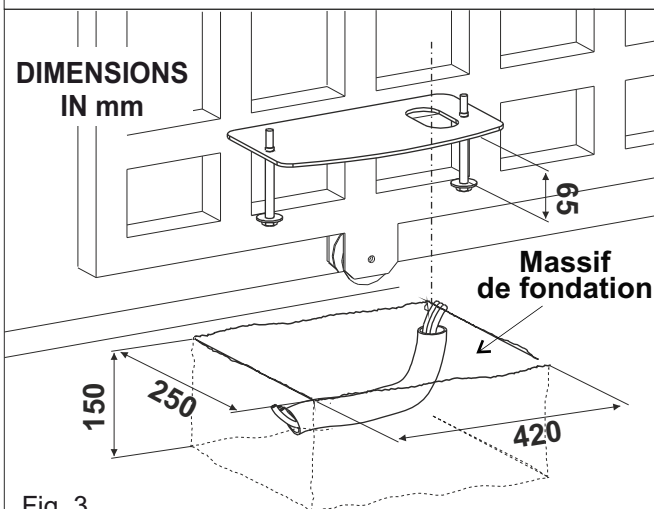

Fig. 3
**2.1.** Selon les mesures indiquées sur la Fig. 3, préparez un emplacement de béton à l'intérieur de laquelle la plaque de fondation sera murée à l'aide des boulons d'ancrage